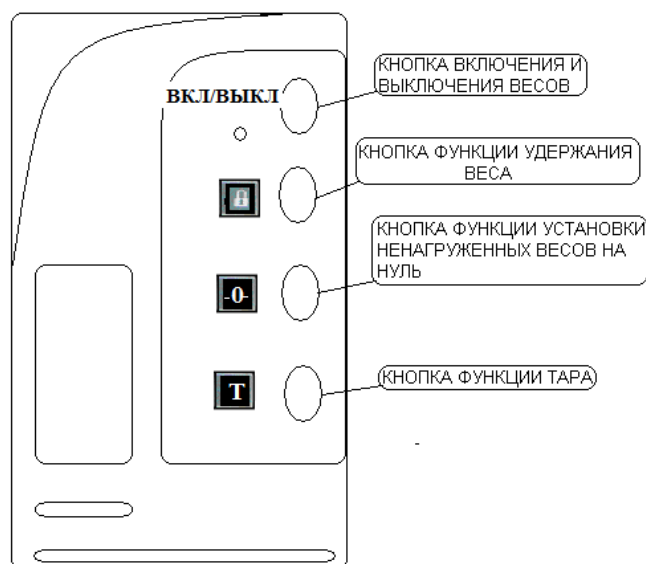

Рисунок 3
6.1 Значения кнопок пульта дистанционного управления показаны на рис. 3.